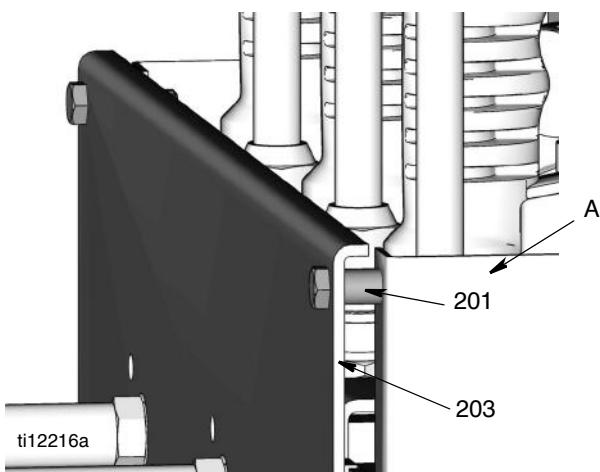

Рис. 1
- Чтобы переоснастить имеющуюся м/р колонку для размещения расходомеров Matrix, установите распорки (201) между колонкой (A) и передней панелью (203) (Рис. 1).